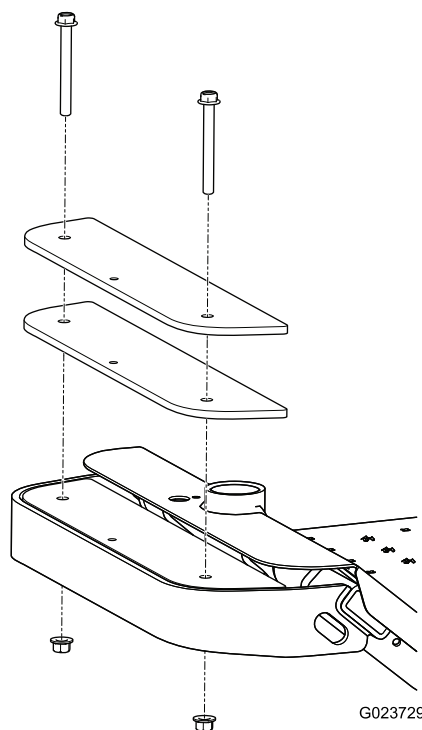

Figure 18
1. Retirez les 2 boulons et les 2 écrous qui fixent les masses existantes à l'avant de la machine (Figure 18).